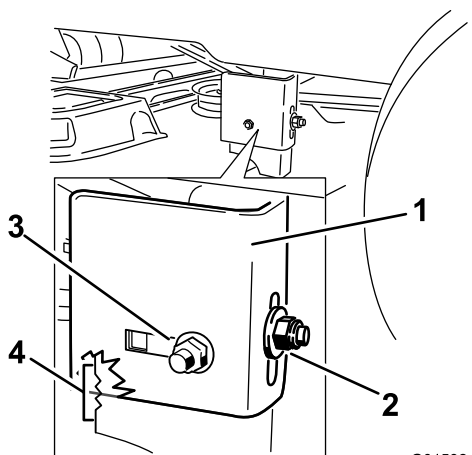

Figura 52
13. Cuando la carcasa esté en la posición deseada, apriete la tuerca de bloqueo lateral de la pletina de suspensión para fijar la posición nueva (Figura 52).